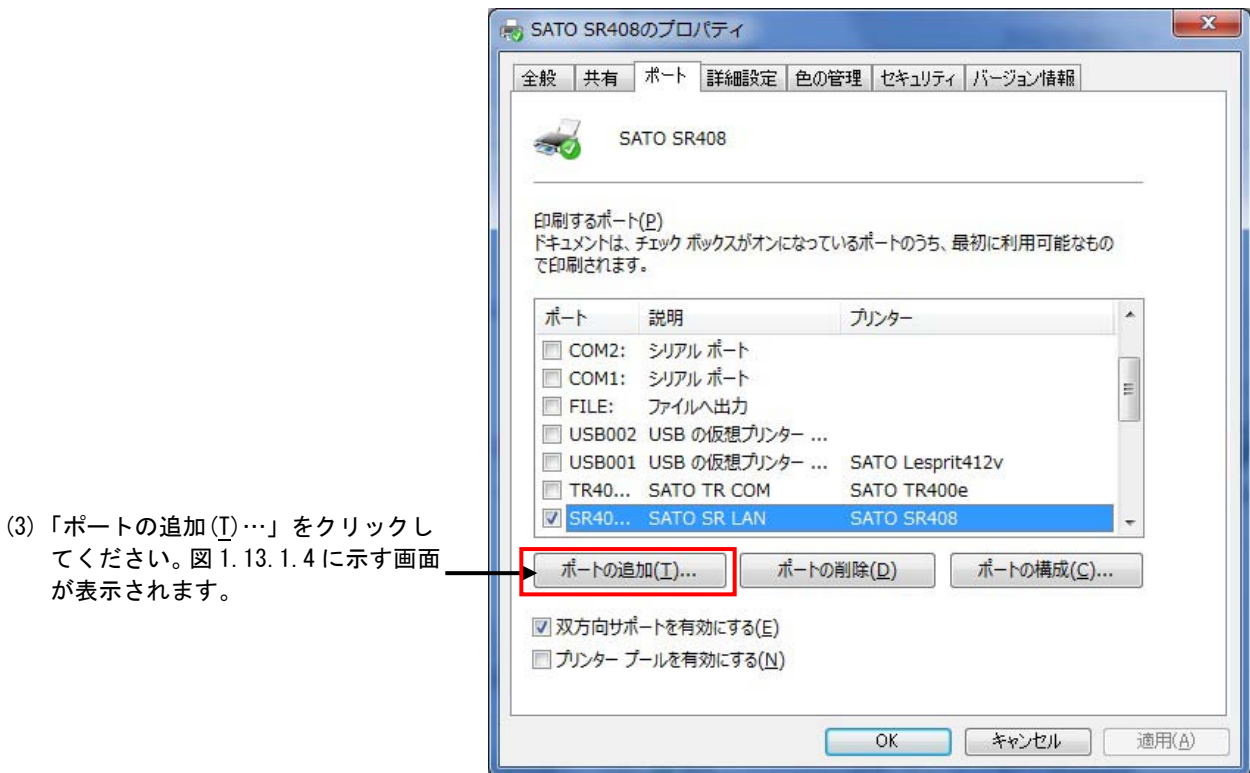

図 1.13.1.3 「ポート」画面
(4) 「SATO SR … Port Monitor」の中から、ご使用になる接続先デバイスに対応したものを選択し「新しいポート(P)…」ボタンをクリックしてください。図 1.13.1.5～図 1.13.1.7 に示すように、追加するポートに対応した画面が表示されます。